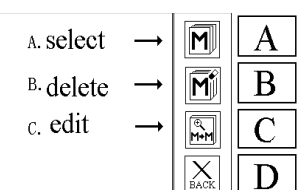
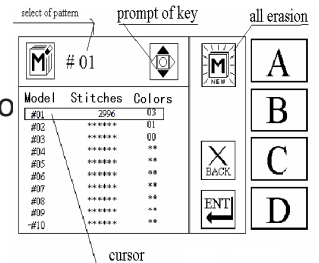
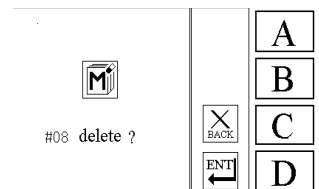

Fig. 5.2.1
Fig. 5.2.2
Fig. 5.2.3
1. No estado de espera, pressione a tecla  uma vez para mostrar a Fig.5.2.1.
2. Na Fig.5.2.1, pressione a tecla  uma vez para mostrar a Fig.5.2.2.
3. Na Fig.5.2.2, pressione as teclas de direção  e  para mover o cursor para cima ou para baixo sobre o código de um desenho armazenado a ser executado.
4. Na Fig.5.2.2, pressione a tecla **D** uma vez e exiba a pergunta: O desenho selecionado será liberado ou não? (Fig.5.2.3)
Pressione a tecla **C** uma vez para retornar à etapa 2 (Fig.5.2.1)
5. Na Fig.5.2.3, pressione a tecla **D** uma vez para executar a operação de apagar o código do desenho do motivo. Voltando depois automaticamente à etapa 3 (Fig.5.2.2).
Pressione a tecla **C** uma vez para cancelar a operação de apagar, voltando automaticamente à etapa 3 (Fig.5.2.2).